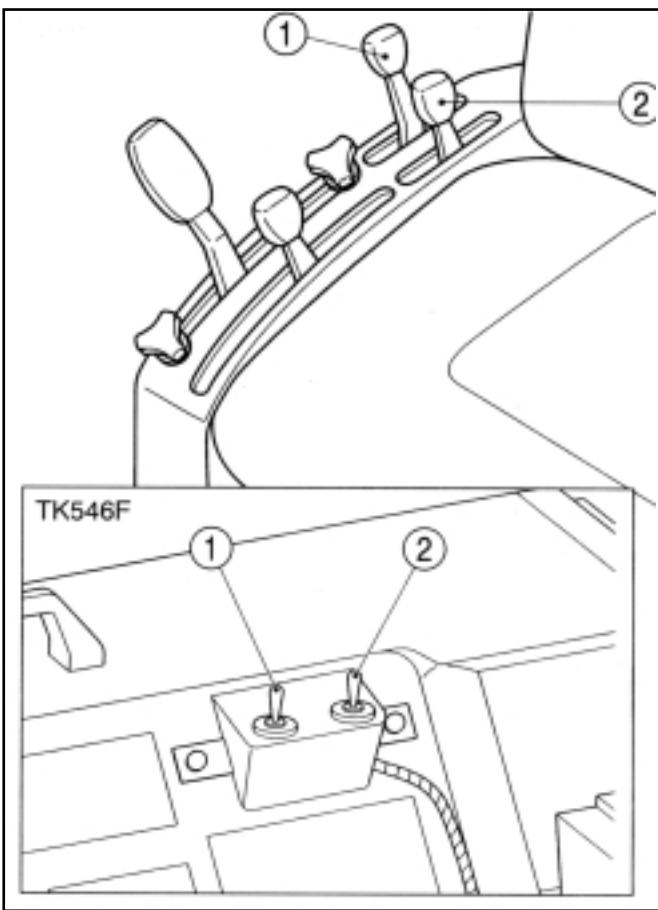
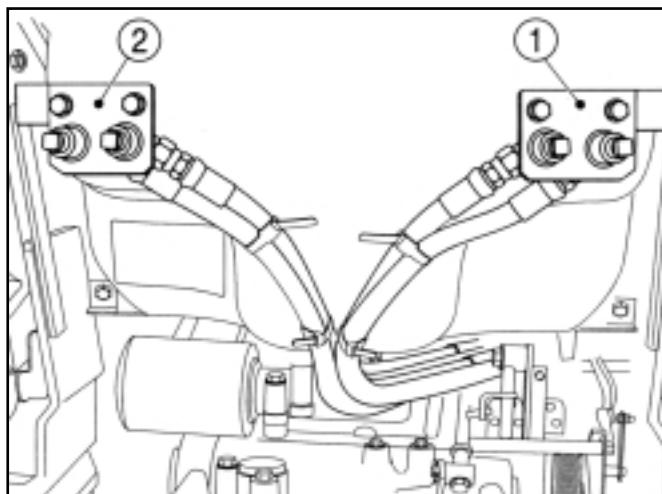

FIG. 68/ ABB. 68 / FIG. 68
FIG. 69 / ABB. 69/ FIG. 69
Le levier de commande (1) dans la Fig. 68 commande le changement de la hauteur de l'accessoire quand le premier jeu d'accouplements est utilisé. Le levier (2) commande l'accessoire quand le second jeu d'accouplements est utilisé (tracteur uniquement équipé d'un système hydraulique double.)
Les accouplements sont logés à l'arrière du tracteur au-dessus de l'attelage à 3 points. L'accouplement numéro 1 dans Fig. 69 correspond au levier (1) dans la Fig. 68, l'accouplement numéro 2 au levier (2).
Der Steuerhebel (1) in Abb. 68 dient zum Heben und Senken, wenn das betroffene Gerät mit dem ersten Satz von Anschlüssen verbunden ist. Hebel (2) steuert den zweiten Zusatzhydraulikkreis (nur bei Zweikreissystem).
Die Hydraulikanschlüsse werden am Heck des Traktors über dem Dreipunkt-Hubwerk positioniert. Anschlußgruppe (1) in Abb. 69 ist Steuerhebel (1) in Abb. 68 zugeordnet, während Anschlußgruppe (2) in Abb. 69 dem Steuerhebel (2) in Abb. 68 zugewiesen ist.
De ene hendel (1) in Fig.68 regelt de stand van de werk具igen wanneer het eerste stel koppelingen gebruikt wordt. De andere hendel (2) regelt de stand van de werk具igen wanneer het tweede stel koppelingen gebruikt wordt (enkel bij de uitrusting met twee ventielen).
De koppelingen bevinden zich aan het achtereinde van de tractor, boven de driepuntshefinrichting. Het eerste stel (1) in Fig.69 komt overeen met de eerste hendel (1) in Fig.68 het tweede stel (2) in Fig.69 met de tweede hendel (2) in Fig.68.
Le contacteur de commande (1) dans la Fig. 68 commande le relevage ou l'abaissement de l'accessoire lorsque le premier jeu d'accouplements à distance est utilisé. Le contacteur de commande (1) commande l'accessoire lorsque le second jeu d'accouplements à distance est utilisé.
Der Steuerschalter (1) in Abb. 68 dient zum Heben und Senken, wenn das Gerät mit dem ersten Satz von Anschlüssen verbunden ist. Steuerschalter (2) steuert den zweiten Zusatzhydraulikkreis (nur bei Zweikreissystem).
De ene hendel (1) in Fig. 68 regelt de stand van de werktuigen wanneer het eerste stel koppelingen gebruikt wordt. De ander hendel (2) regelt de stand van de werktuigen wanneer het tweede stel koppelingen gebruikt wordt (enkel bij de uitrusting met twee ventielen).